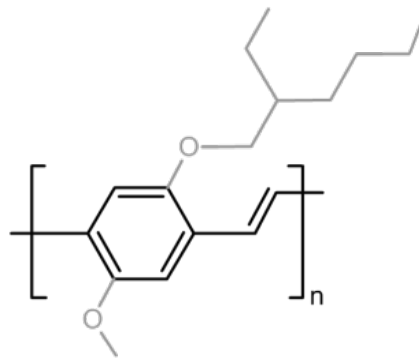

Abb. 3: Struktur von MEH-PPV
- a. Ordnen sie die unterstrichenen Namenfragmente der Struktur in Abb. 3 zu. Verwenden Sie drei Farben.